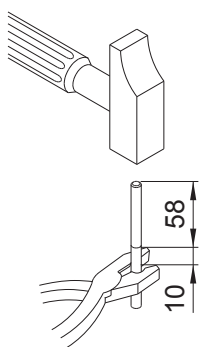

Fig. 1
- 3) Inserire i puntali nelle aste mandando in appoggio il corpo Ø 8 sull'asta. Stringere l'asta con una pinza in corrispondenza della gola sul puntale a circa 10 mm. **Fig. 1**
Tighten the rod with pliers in correspondence with the groove on the tip at around 10 mm. **Fig. 1**
- 3) Introduire les embouts dans les tringles en pressant le corps Ø 8 sur la tringle. Serrer la tringle, à l'aide d'une pince, en correspondance de la gorge sur l'embout à environ 10 mm **Fig. 1**
- 3) Introducir los puntales en las varillas hasta que el cuerpo Ø 8 se encuentre apoyado contra la varilla. Apretar la varilla con una pinza al nivel de la ranura del puntal, a unos 10 mm. **Fig. 1**